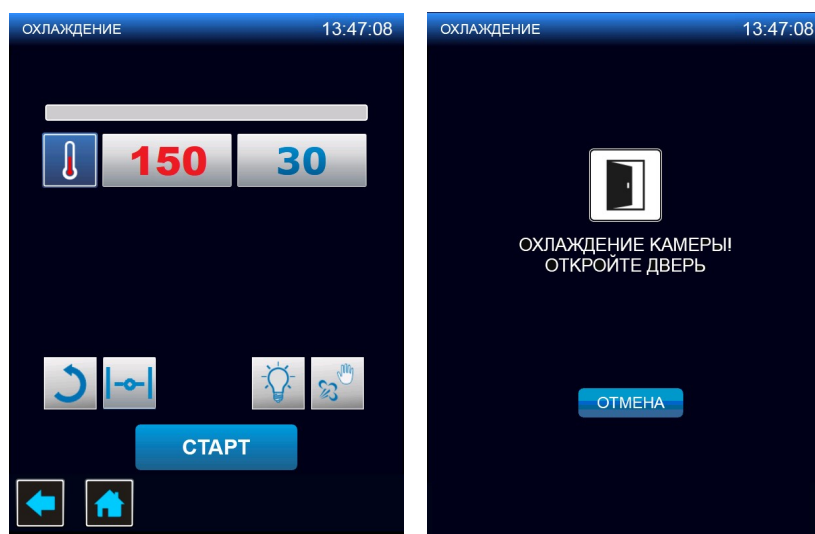

Рис.10 Окно «ОХЛАЖДЕНИЕ» и информационное сообщение «ОХЛАЖДЕНИЕ КАМЕРЫ!»
- откроется окно «**ОХЛАЖДЕНИЕ**» (см. рис. 10).
Нажать кнопку **СТАРТ** - на экране отобразится окно с информационным сообщением «ОХЛАЖДЕНИЕ КАМЕРЫ! ОТКРОЙТЕ ДВЕРЬ» (см. рис. 10), одновременно включится вентилятор. Для отмены охлаждения - нажать кнопку **ОТМЕНА**.
При открывании двери на экране отобразится окно «ОХЛАЖДЕНИЕ» (см. рис. 10).